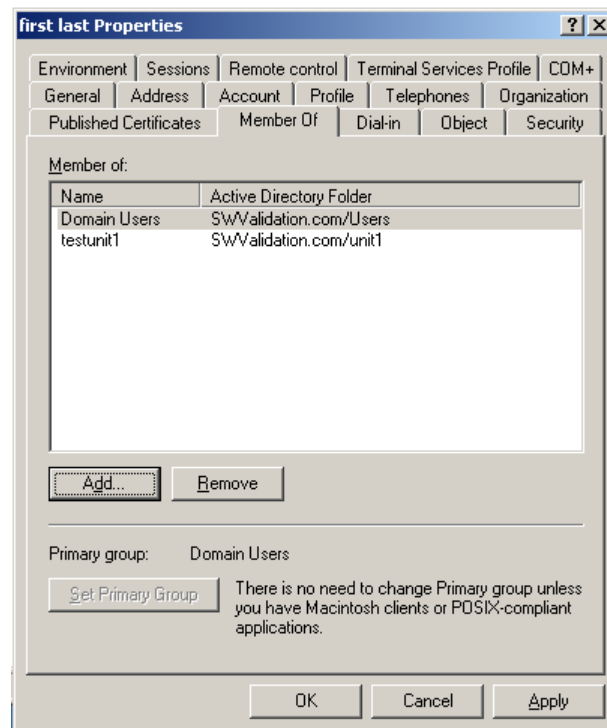

Abbildung 4.4.7e „Member of“ Bildschirm
- Sobald der neue Benutzer erstellt ist, klicken Sie mit der rechten Maustaste irgendwo auf den Bildschirm und wählen Sie Properties (oder Doppelklicken Sie auf den Benutzer). Öffnet sich die Properties Seite, klicken Sie auf das „Member Of“ Register (Abbildung 4.4.7e).